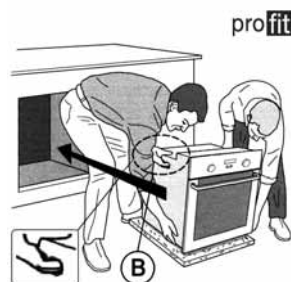

Fig. 7
- Il forno è dotato di due maniglie laterali proFIT (B) atte a facilitare le manovre d'installazione (Fig. 7).